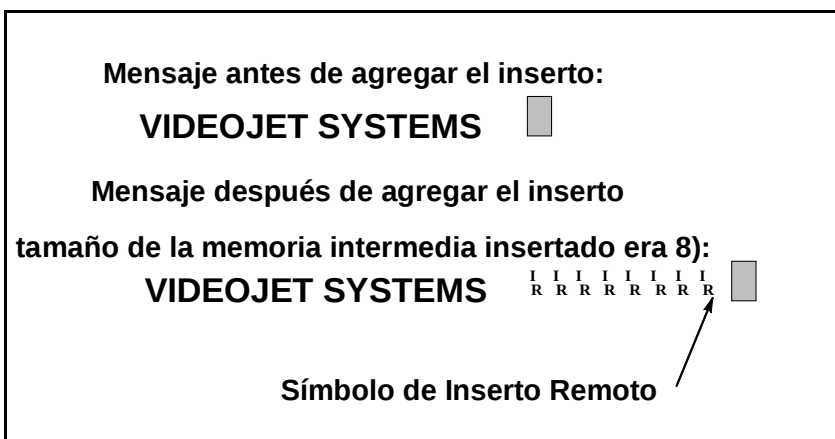

Figura 11-5. Mensaje con un Inserto Remoto
6. Oprima **F3** para seleccionar <INSERTAR REMOTO>. El inserto aparecerá en el mensaje como “inserto símbolos remotos”. Vea la Figura 11-5.
Un símbolo de inserto remoto aparecerá por cada carácter ingresado en <TAMAÑO MEMORIA INTERMEDIA>. Si la opción <TAMAÑO MEMORIA INTERMEDIA> se configura con 8, aparecerán en el mensaje ocho símbolos de inserto remoto en el lugar donde se imprimirá la información remota. Consulte la Figura 11-5.